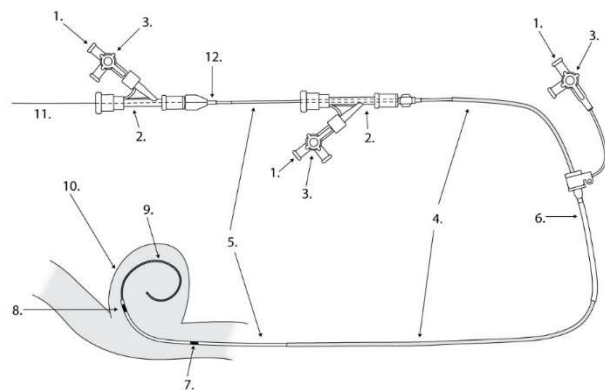

図1 セットアップの状態
1. 手技のセットアップについては図1を参照。システムの全部品を適切にフラッシュする。